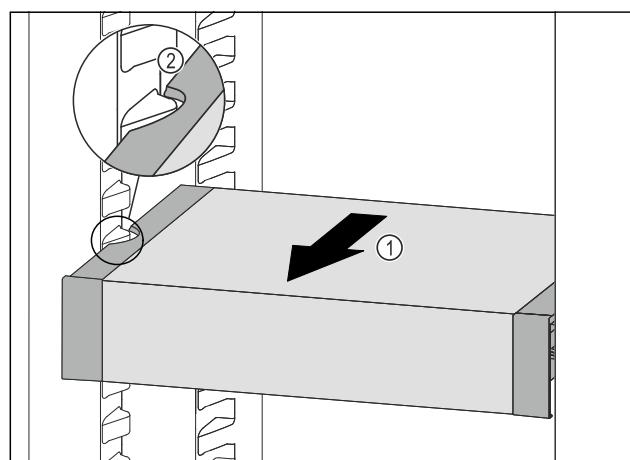

Fig. 132
- Trageți în față VarioSafe Fig. 132 (1), până când degajările laterale ale VarioSafe se află la înălțimea nervurii recipientului din frigider. Fig. 132 (2)